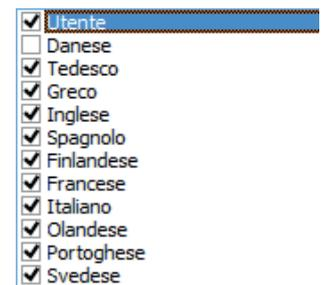

Figura 119 Lista delle lingue
- ▶ Selezionare la(e) lingua(e) desiderata(e) (1) nella lista (▷ Figura 119).
- ▶ Selezionare il tipo di formattazione da utilizzare (2): grassetto, corsivo, sottolineato, conversione in minuscolo, conversione in maiuscolo, colore di font.
- ▶ Convalidare col pulsante OK (3).